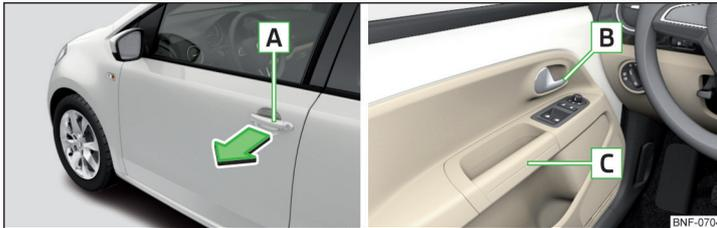

Abb. 29 Türgriff/Türöffnungshebel
- Zum **Öffnen von außen** das Fahrzeug entriegeln und am Türgriff **A** in Pfeilrichtung ziehen » Abb. 29.